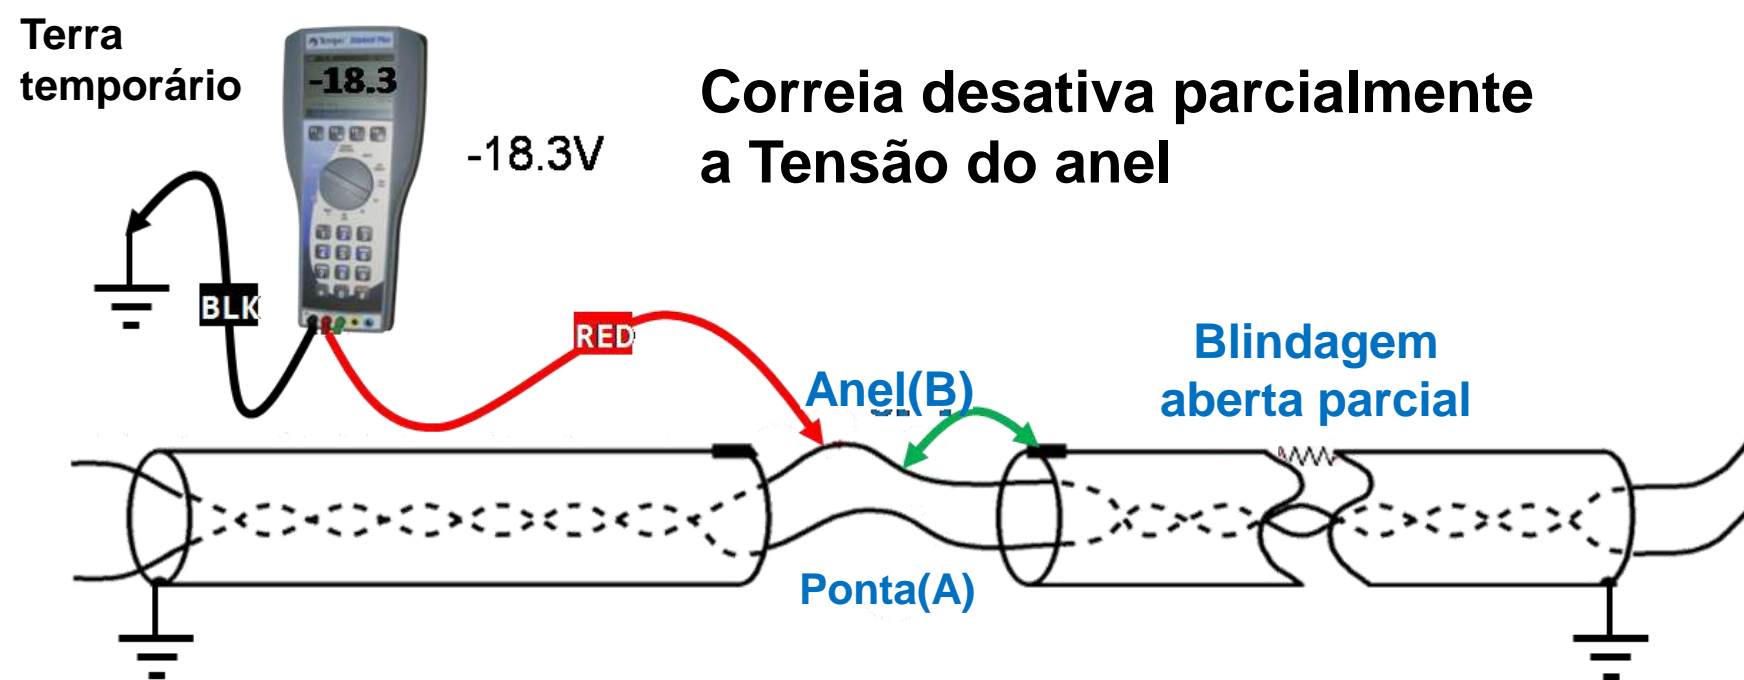
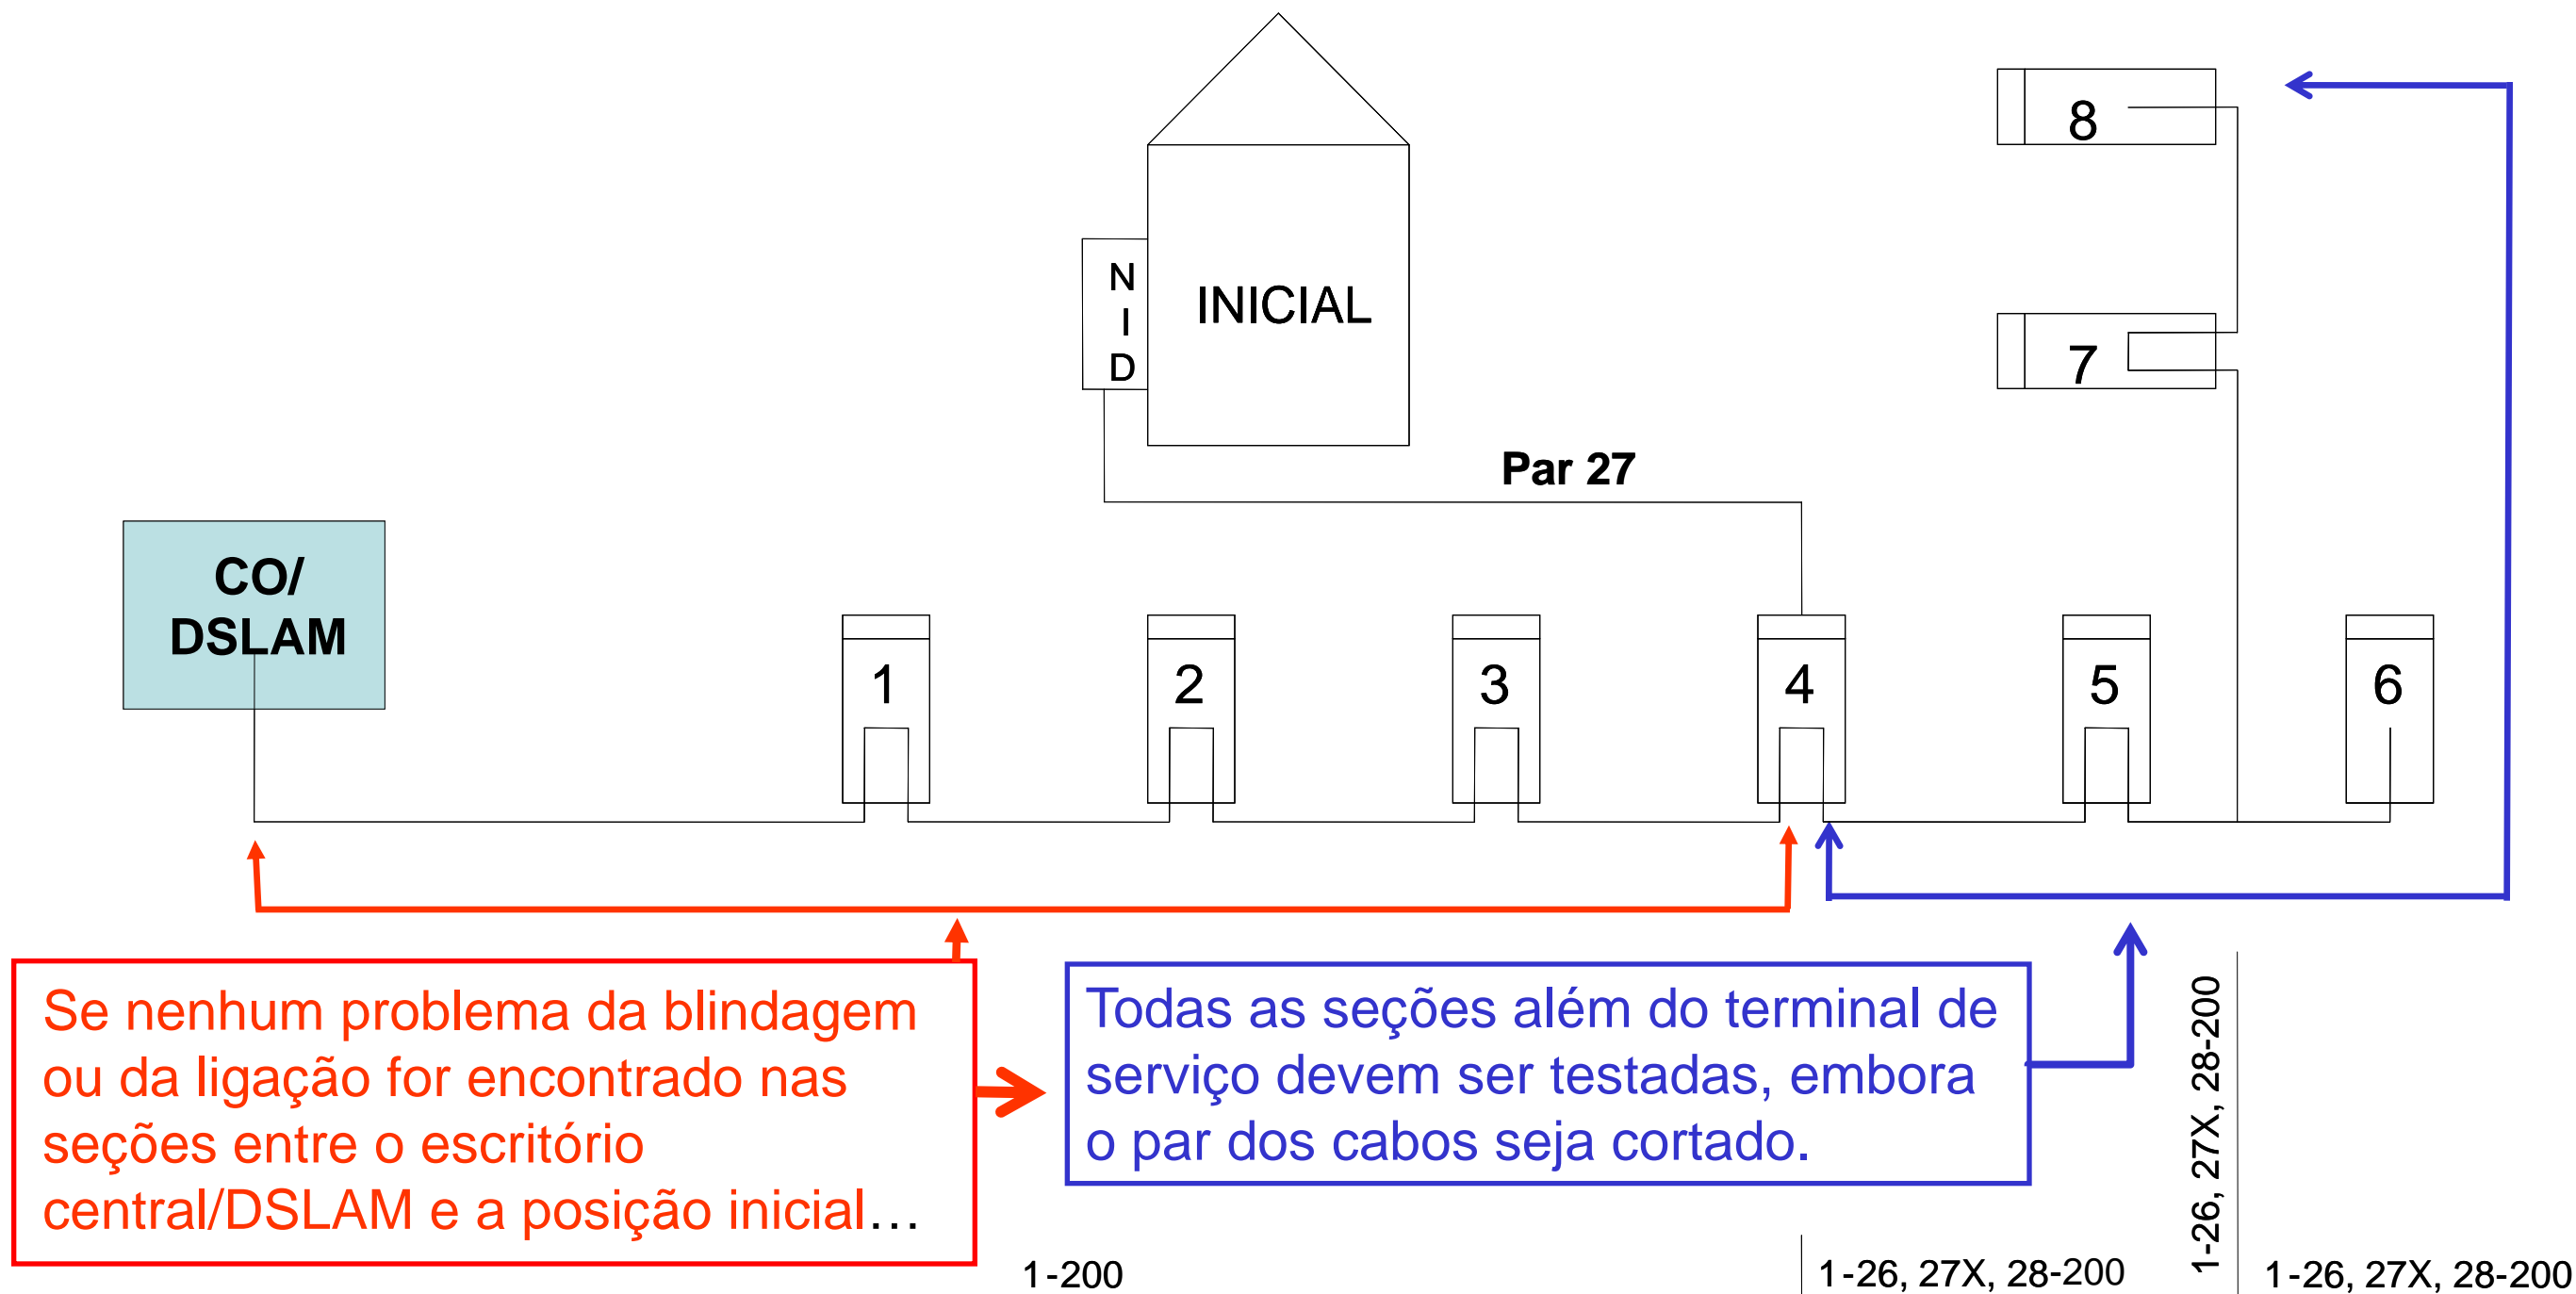

Figura KDT3
Figura ISO1
- Se a correia desativar **parcialmente** os volts como mostrado na Figura KDT3, a blindagem está **parcialmente aberta ou há uma falha de Blindagem para terra**
- Usando a Figura ISO1 na página anterior, **vá para o Pedestal 1**. Abra a correia de ligação para isolar as blindagens dos cabos de entrada e de saída. Execute o Teste de supressão para o DSLAM (ver Figura KDT2) e em seguida para o Pedestal 2 (ver Figura KDT3).